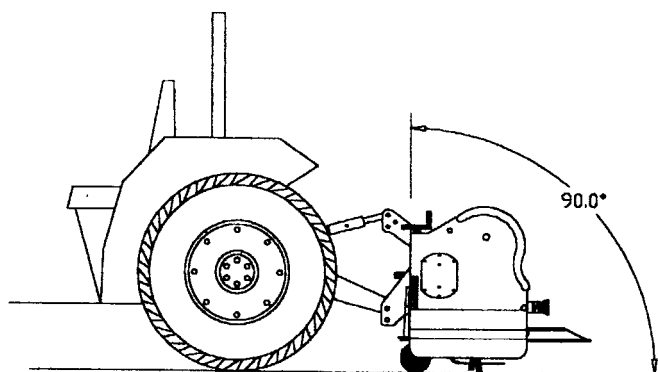

Fig. 8
6. Förläng eller och korta toppstångens längd så att maskinen står upprätt (fig. 8). Använd traktorns riktare så att maskinen lyfts jämnt sett fram- eller bakifrån.